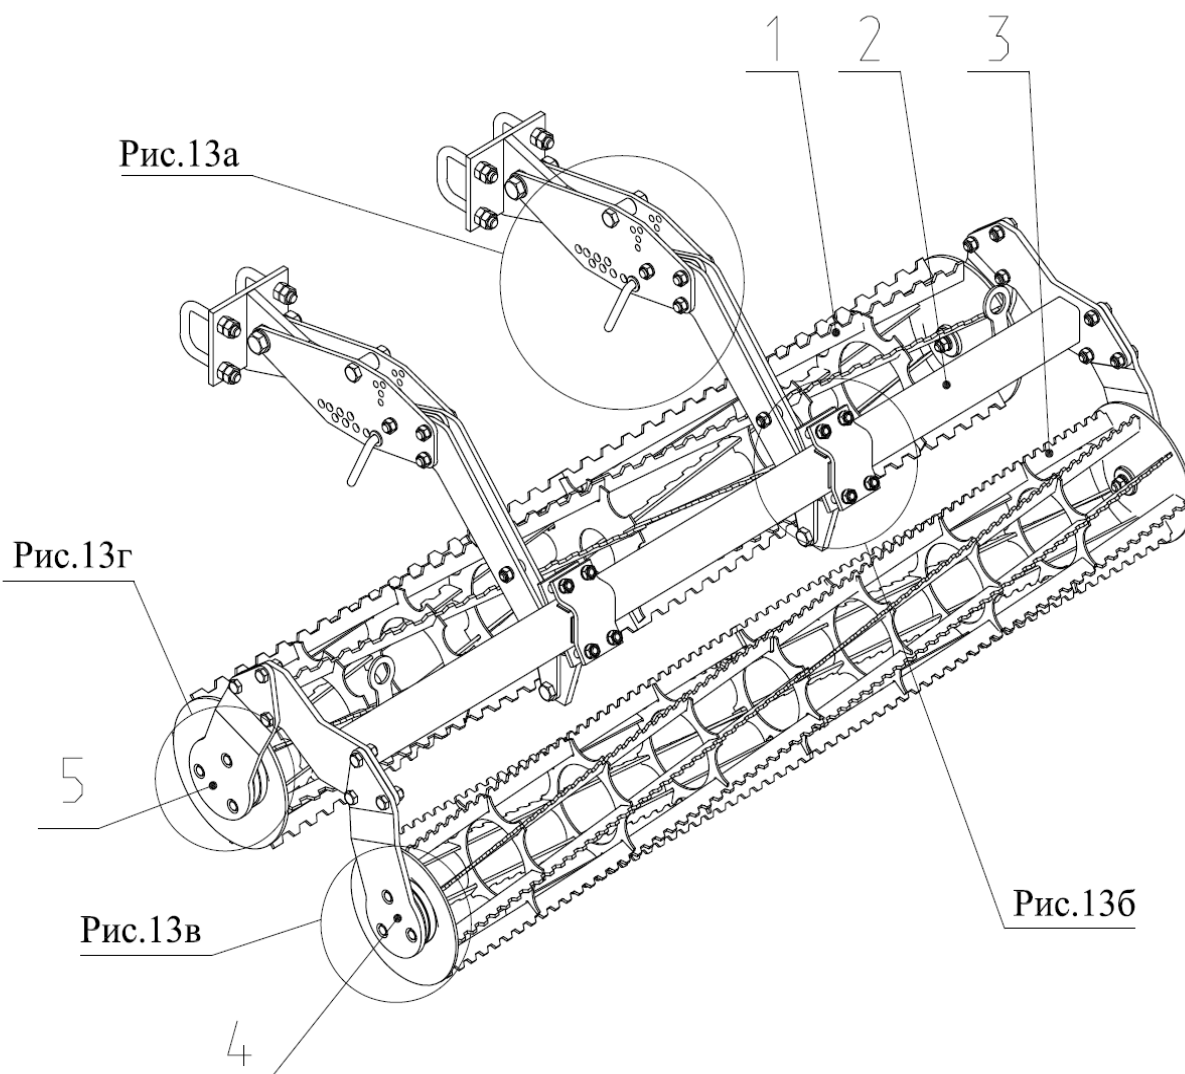

Рис.13 КСП 04.150 Секция катков двух рядных
2.13.2 Секция катков двухрядных (Рис.13) состоит из спирально-планчатого катка 1 и 3 закрепленных на подшипниках 2 (рис.13в и 13г) в корпусах 11. Корпуса закреплены болтами 1 в держателях 12. Держатели 4 и 5 (рис.13) закреплены на опоре 2 болтами М16. Опора через кронштейны 6 (рис.13б), тяги 1, кронштейны 20 (рис.13а) прикреплена к штангам 5. Штанги при установке на культиваторе закрепляются на задних балках центральной и боковых секциях скобами 2.
Рис.13а
Рис.13б крепление опоры.
Рис.13в Подшипниковый узел.
Рис.13г Подшипниковый узел.